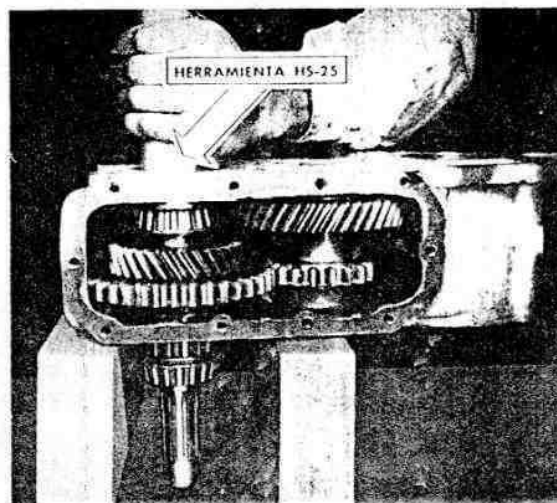

Fig. 168. — Instalando el cono del cojinete a rodillos delantero, con la herramienta H5-25.
e) Asentar la caja por sus extremos sobre tacos de madera, con la parte delantera orientada hacia arriba y con la herramienta instalar o fondo en el eje, el cono del cojinete o rodillos delantero (Fig. 168)